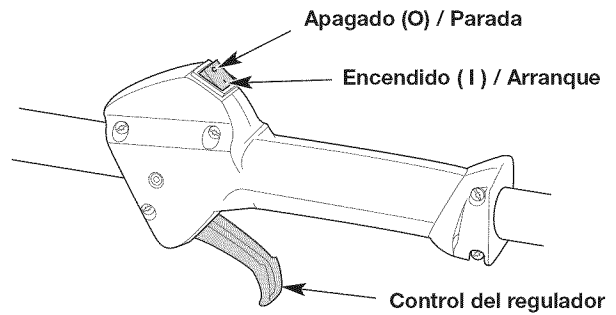

Fig. 9
**NOTA:** No hay necesidad de encender la unidad. El interruptor de Encendido/Apagado debe estar en la posición ENCENDIDO (I) en todo momento (Fig. 9).
6. Apriete el control del regulador (Fig. 9) y tire de la cuerda **5 veces** con movimiento regulado y firme (Fig. 11).
2. Oprima y no suelte el interruptor de control de Encendido y Apagado en la posición APAGADO (O) hasta que el motor se detenga por completo (Fig. 9).
- NOTA:** No hay necesidad de encender la unidad. El interruptor de Encendido/Apagado debe estar en la posición ENCENDIDO (I) en todo momento (Fig. 9).
7. Oprima control del regulador y no lo suelte (Fig. 9). Eche a andar el accesorio Speed Start™ durante 2 segundos.